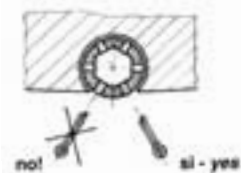

Fig. 4
- H) Per sicurezza contro l'allentamento, inserire nella testa di ogni vite [12] (nella posizione indicata in Fig. 4) una coppiglia [13] di materiale molto resistente alla corrosione marina. Dei colpi leggeri sulla testa della coppiglia con un martello faranno divaricare le estremità, se così non fosse usate un cacciavite (Fig. 5).
To make sure that the screws [12] will not loosen, insert a cotter pin [13], made of highly resistant material against corrosion, in the head of each screw (in the position shown in Fig.4). A light tap with a hammer on the head of the pin will spread the ends open, if not use a screw driver to spread them apart (Fig.5).